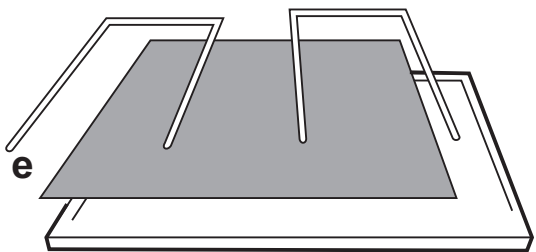

Fig. 3
3. Retire o dispositivo de bloqueio do filtro de gordura. **Fig. 3 (e).**